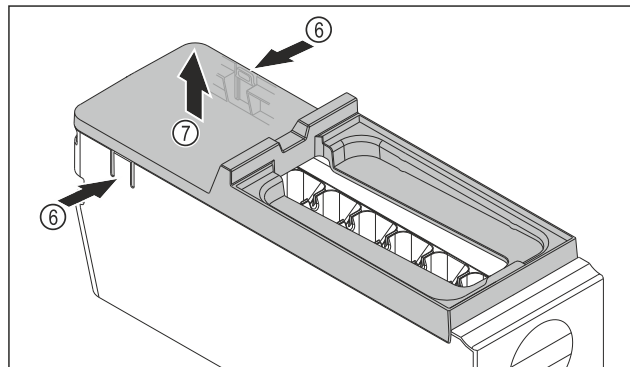

Fig. 142
- ▶ Снимите крышку корпуса EasyTwist-Ice: Надавите рукой на накладку Fig. 142 (6) с обеих сторон корпуса EasyTwist-Ice.
- ▶ Другой рукой снимите крышку Fig. 142 (7) по направлению вверх.